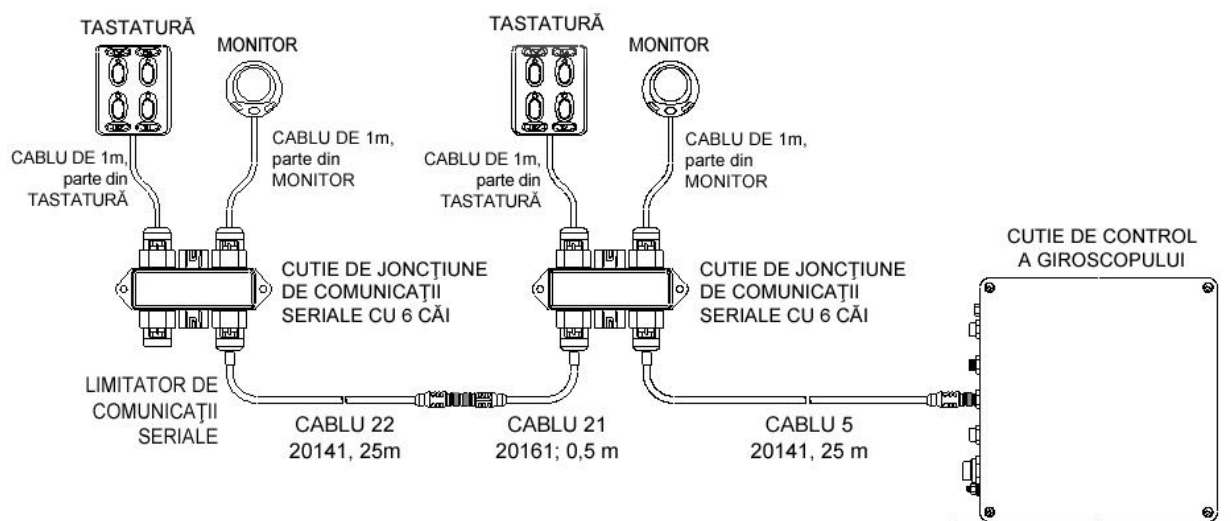

FIGURA 18 – CABLARE PENTRU DOUĂ STAȚII ALE OPERATORULUI
- a. Figura 18 de mai jos prezintă întreaga legătură de comunicații seriale pentru 2 Stații ale operatorului. Limitatorul de comunicații seriale trebuie să fie montat pe Cutia de joncțiune de comunicații seriale cu 6 căi, cea mai îndepărtată de Cutia de control a giroscopului. Rețineți că tastatura și monitorul dispun fiecare de un cablu integral de 1m lungime.